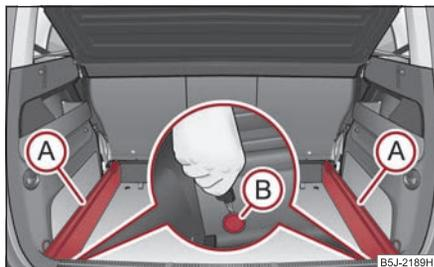

Fig. 84 Maletero: Soltar los puntos de retención
- Soltar el punto de retención (B) en las guías portantes por medio de la llave del vehículo o bien un destornillador plano ⇒ fig. 84.